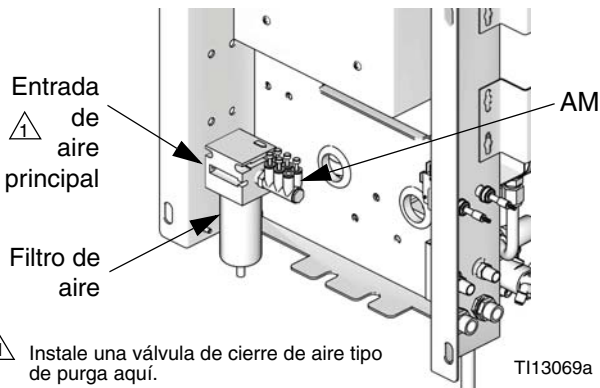

FIG. 4: Entrada del suministro de aire de montaje en muro
2. Instale una válvula de cierre de aire principal tipo de purga en la entrada del filtro de control de aire en la estación de fluido de montaje en muro. FIG. 4.
Use una tubería de suministro de aire de purga separada para la válvula de purga de aire (APV). No conecte la válvula de purga de aire al suministro de aire principal del sistema o el colector de aire (AM, FIG. 4), para evitar contaminar los solenoides, las tuberías lógicas de aire o el suministro de aire principal del sistema con fluido en el caso de que fallen la válvula de purga de aire (APV) y la válvula de retención (CV).